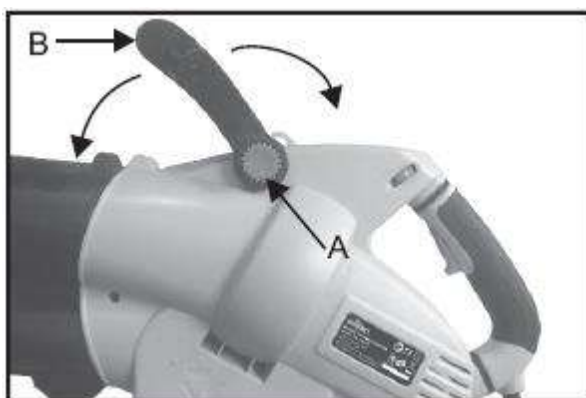

Figure 4
1. Appuyez sur les boutons de réglage de l'angle (A) sur la poignée avant. (Figure 4)
2. Ajustez la poignée avant (B) à un angle approprié.